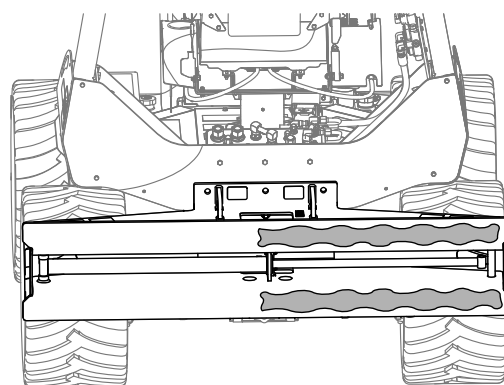

図 2
5. アタッチメントのフレームの右側に、図2のように少量のグリスを塗る。
14. トレンチャアタッチメントとスライドマウントにボルト3/4 x 3 1/2 インチ4本とワッシャ4枚を通し、ワッシャ4枚とロックナット4個で固定する図2のB。